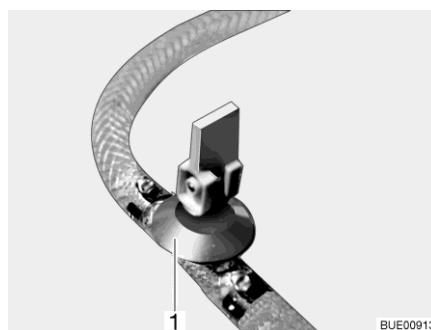
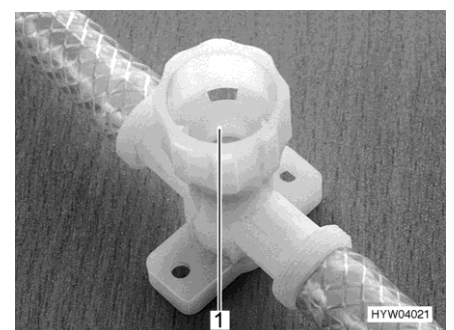

Fig. 273 Llave de desagüe (con balancín)
Fig. 274 Llave de desagüe (con tapa giratoria)
- Cerrar todas las llaves de desagüe. Para esto, poner el balancín de la llave de desagüe (Fig. 273,1) en posición horizontal o girar la tapa de la llave de desagüe (Fig. 274,1) en el sentido de las agujas del reloj.